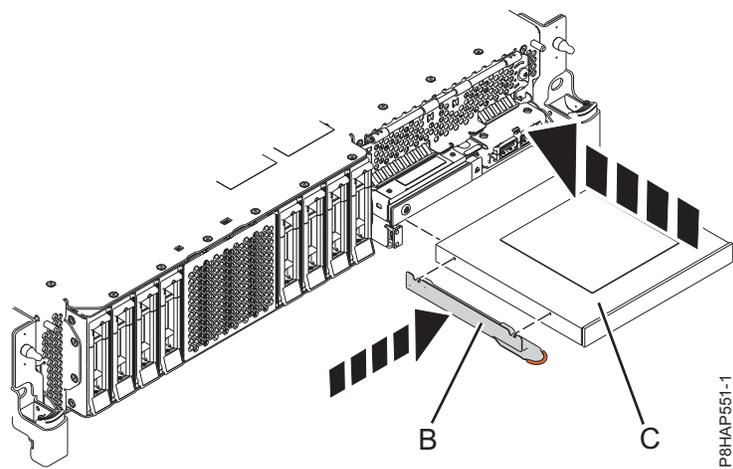
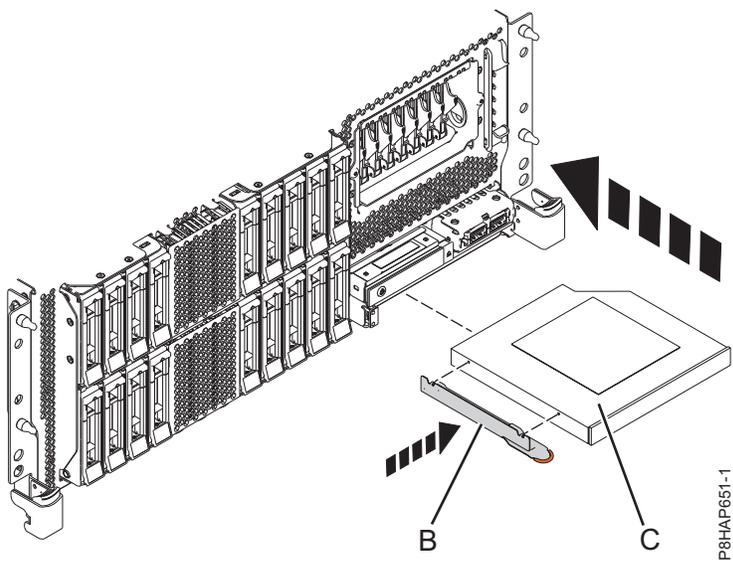
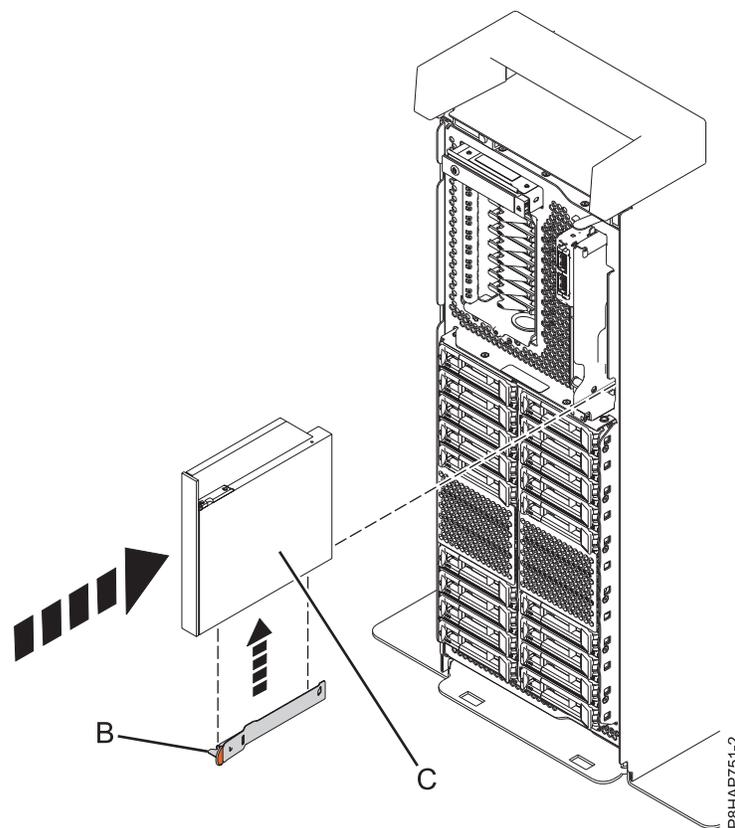

Figura 27. Substituir um Dispositivo de suporte Slimline num sistema 5148-21L, 5148-22L, 8247-21L, 8247-22L, 8284-21A ou 8284-22A
Figura 28. Substituir um Dispositivo de suporte Slimline num sistema montado em bastidor 8247-42L, 8286-41A ou 8286-42A
Figura 29. Substituir um Dispositivo de suporte Slimline num sistema autónomo
6. Anexe o suporte de fixação **(B)** ao novo Dispositivo de suporte Slimline, conforme demonstrado em Figura 27 na página 36 para um sistema 5148-21L, 5148-22L, 8247-21L, 8247-22L, 8284-21A ou 8284-22A, Figura 28 na página 36 para um sistema montado em bastidor 8247-42L, 8286-41A ou 8286-42A ou Figura 29 na página 37 para um sistema autónomo 8286-41A.
Para um sistema 5148-21L, 5148-22L, 8247-21L, 8247-22L, 8284-21A ou 8284-22A, consulte Figura 27 na página 36, para um sistema montado em bastidor 8247-42L, 8286-41A ou 8286-42A, consulte Figura 28 na página 36 ou para um sistema autónomo 8286-41A, consulte Figura 29 na página 37.